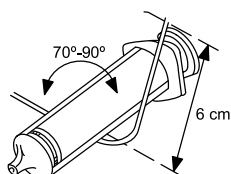

Figure 4. Courber le mandrin
2. Sélectionner le mandrin selon la fonction et la rigidité souhaitées. Si nécessaire, courber délicatement le mandrin à l'aide d'un instrument stérile, à surface lisse (p. ex., le corps d'une seringue de 10 ou 12 ml) (Figure 4 Courber le mandrin en page 19). Une courbure douce risque moins de se redresser qu'une courbure prononcée lorsque le mandrin est utilisé.